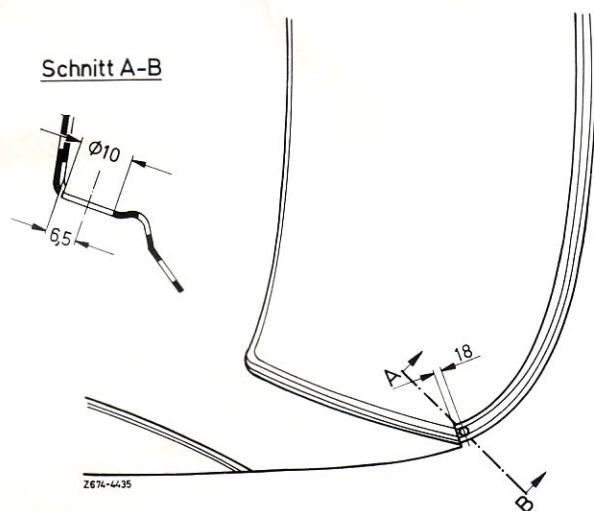

Bild 67-1/3
3. Bei Verbund-Sicherheitsglas, das bereits vorhandene Wasserablaufloch im Punktflansch von 6 mm Durchmesser auf 10 mm Durchmesser aufbohren. Bei Einscheiben-Sicherheitsglas zwei Bohrungen nach Bild 67-1/3 links und rechts in den Punktflansch bohren (Bild 67-1/1 bis 6).